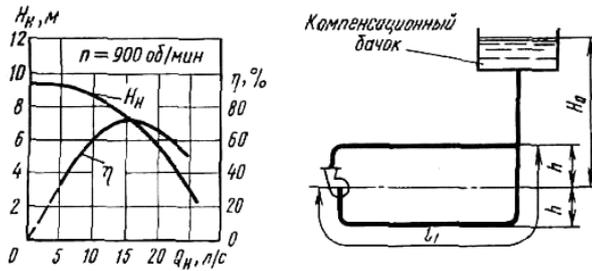

Рис. 7. Схема работы циркуляционного насоса
**Постановка задачи.** По воздуховоду  $d = 250$  мм, длиной  $l = 18$  м, имеющему 6 поворотов на  $90^{\circ}$  ( $\zeta_1 = 0,29$ ) и две заслонки ( $\zeta_2 = 3$ ), воздух с температурой  $t = 20^{\circ}\text{C}$  поступает к горелке нагревательной печи (коэффициент местного сопротивления горелки  $\zeta_3 = 4$ ). Определить подачу вентилятора (характеристика дана на рис. 7), если коэффициент  $\lambda = 0,03$ . Какой мощности двигатель нужно установить для привода вентилятора с учётом запаса 15%?